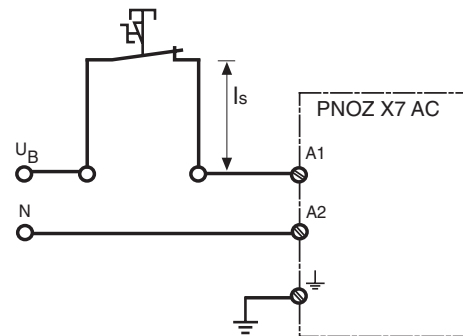

Fig. 4: Leitungslänge I_s der Stichleitung/Cable length I_s of the branch line/Longueur câblage I_s en dérivation
- Stichleitung (s. Fig. 4): max. Länge der Stichleitung I_s und max. Kabelkapazität C_L in Abhängigkeit der Versorgungsspannung U_B :
- branch line (Fig. 4): max. length of the branch line I_s and max. capacity will depend on the supply voltage U_B :
- Câblage en dérivation (v. Fig. 4): long. max. de la dérivation I_s et capacité max. dépend de la tension d'alimentation U_B :